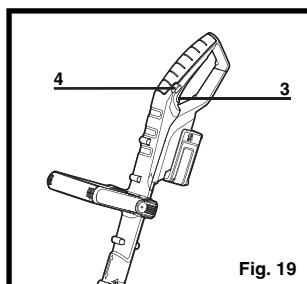

Fig. 19
Commutateur marche/arrêt (On/Off) (Voir fig. 19)
- Appuyez sur chaque côté du bouton de déverrouillage (4) et maintenez-le dans cette position.
- Appuyez sur le commutateur marche/arrêt (3) pour mettre l'appareil en marche (Fig. 19).
- Relâchez le commutateur marche/arrêt (3) pour mettre l'appareil hors tension.